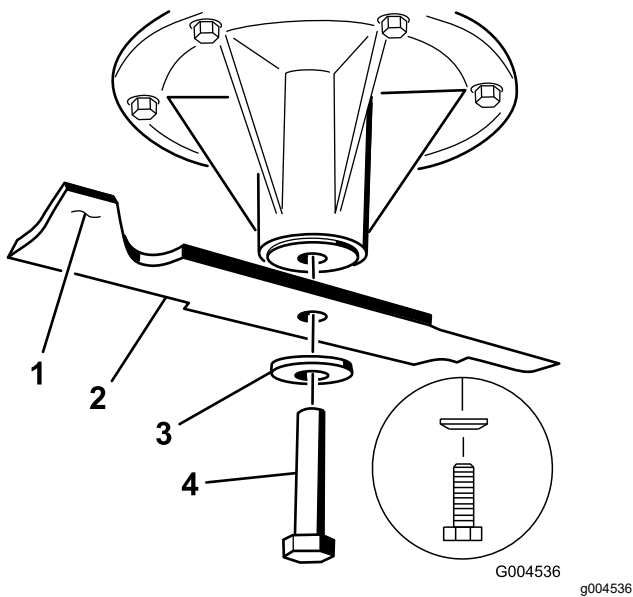

Figura 109
- Togliete il bullone, la rondella curva e la lama dall'asse del fusello (Figura 109).